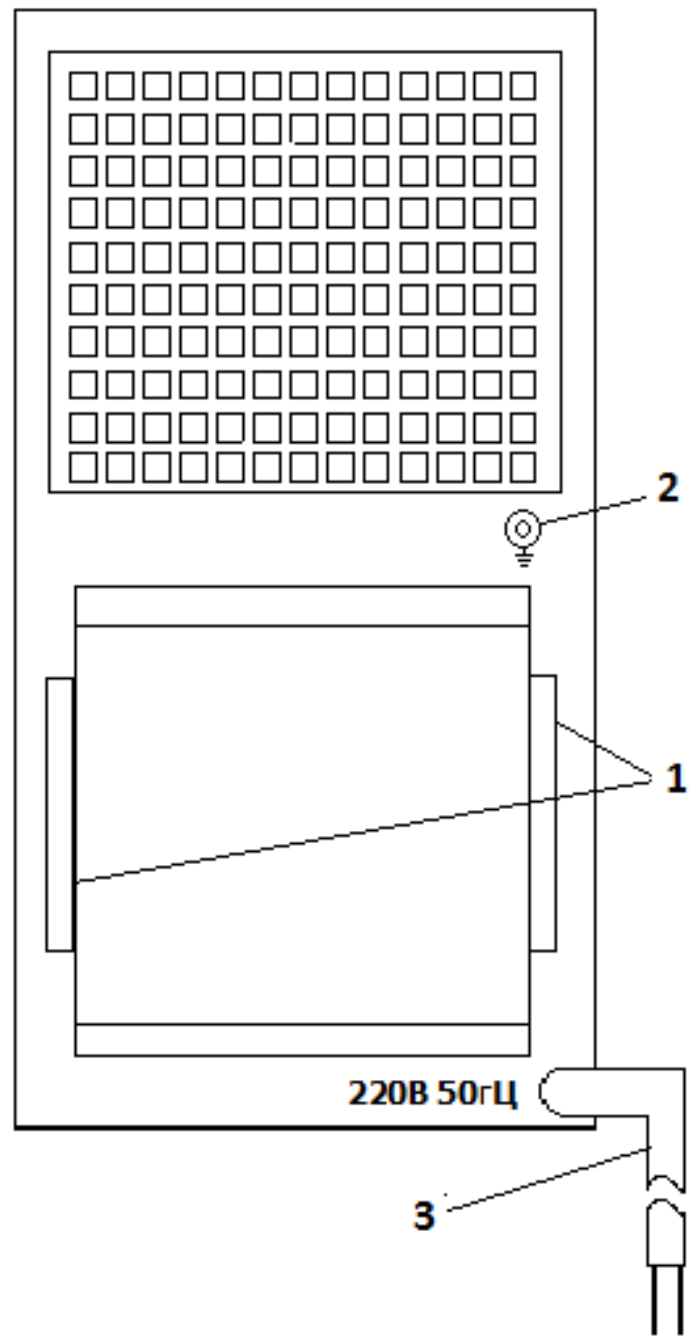

Рис.1. Задняя панель комплекта СИЛУС-Т 7000А
4.3.1. На задней панели комплекта находятся (рис.1):